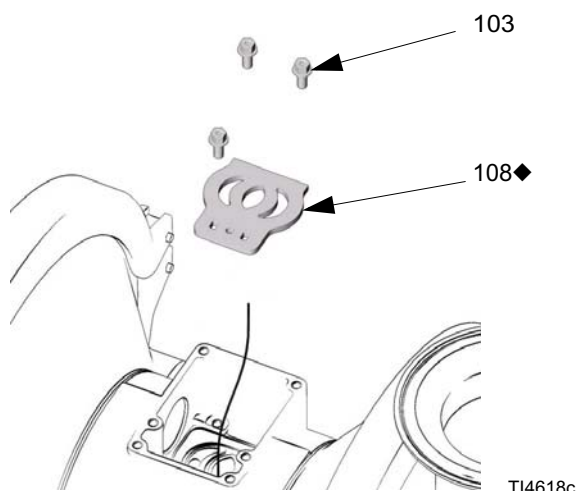

Рис. 9
- Осмотрите пластину (108) клапана, не снимая ее. Если пластина повреждена, то выкрутите три винта (103) с помощью звездообразного ключа (T20) или торцового ключа 7 мм (9/32 дюйма). Снимите пластину (108) клапана. Смотрите Рис. 9.
- Установите пластину (108) клапана в углубление. Обеспечьте герметичность оборудования. Вкрутите три винта (103) с помощью звездообразного ключа (T20) или торцового ключа 7 мм (9/32 дюйма). Затягивайте винты до тех пор, пока они не выйдут из нижней части корпуса. Смотрите Рис. 9.